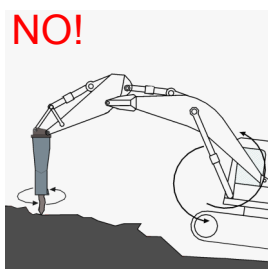

Fig.11
- Non fare leva sulla punta per ruotare la macchina operatrice. Questo può provocare la rottura della punta, delle boccole o dei tiranti (Fig. 11).